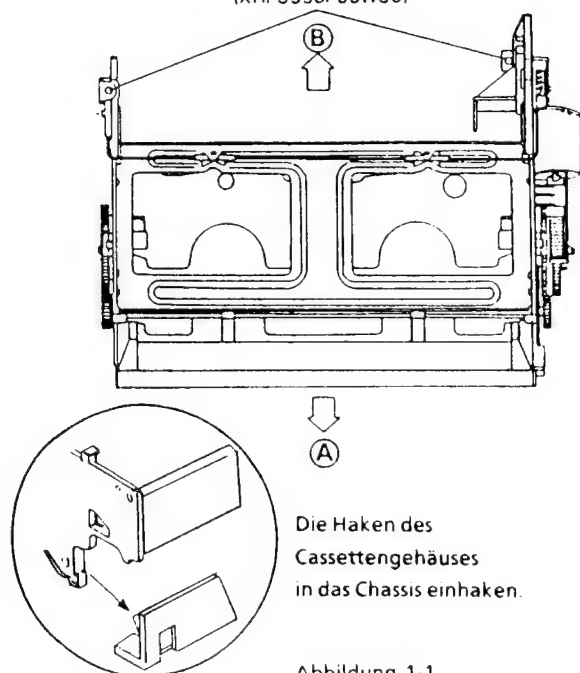

Abbildung 1-1
4. Die Cassettengehäuse-Steereinheit (Abb. 1-1) in Pfeilrichtung ⇒ Ⓐ schieben und gerade nach oben herausziehen.